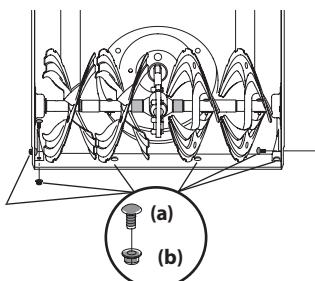
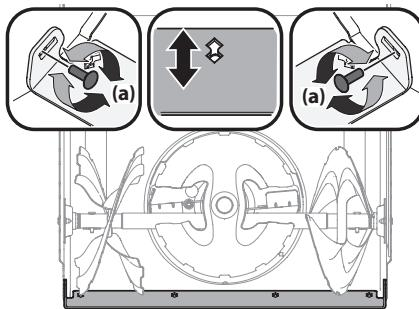

Figura 4-2
Figura 4-3
3. Extraiga los pernos de carro (a) y las tuercas hexagonales (b) que la sujetan a la caja de la barrena. Consulte la Figura 4-2.
4. Vuelva a montar la placa de raspado nueva, asegurándose de que las cabezas de los pernos de carro estén orientadas hacia el lado interior de la caja. Ajuste firmemente. Consulte la Figura 4-2.
**NOTA:** La placa de raspado en determinadas unidades (se muestran en la Figura 4-3) tienen un borde de desgaste que se puede ajustar hacia adelante a fin de prolongar su vida útil. A medida que se desgasta la placa de raspado, se la puede mover a una segunda posición.
3. Afloje los pernos posteriores de las zapatas (a) a ambos lados de la caja del equipo y extraiga los pernos de carro y las tuercas hexagonales que sujetan la placa de raspado a la caja de la barrena. Consulte la Figura 4-3.
4. Deslice la placa de raspado hacia abajo hasta la segunda posición. Coloque nuevamente todos los pernos y ajústelos con firmeza. Consulte la Figura 4-3 y Figura 4-2.